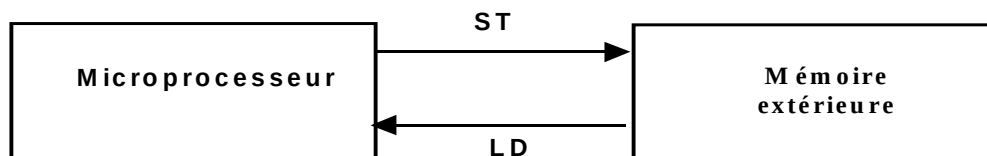

Figure IV.1.
• pour les **transferts de données** : très fréquentes, car le microprocesseur passe la plupart de son temps à déplacer les données entre ses registres internes et la mémoire externe (cf figure IV.1.).